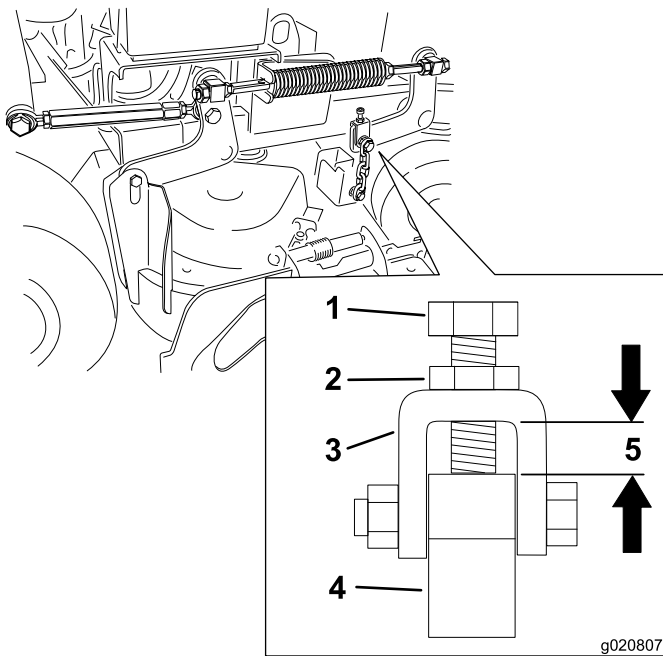

Bild 83
Hinweis: Der Abstand muss 11 mm sein, siehe Bild 83
12. Lösen Sie die Klemmutter und stellen Sie die Schraube ein, um den richtigen Abstand zu erhalten, der in Bild 83 dargestellt ist.